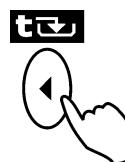

Рисунок 3 — Дисплей в режиме регулирования по уставке
- наблюдать за значением температуры теплоносителя на дисплее (рисунок 3);